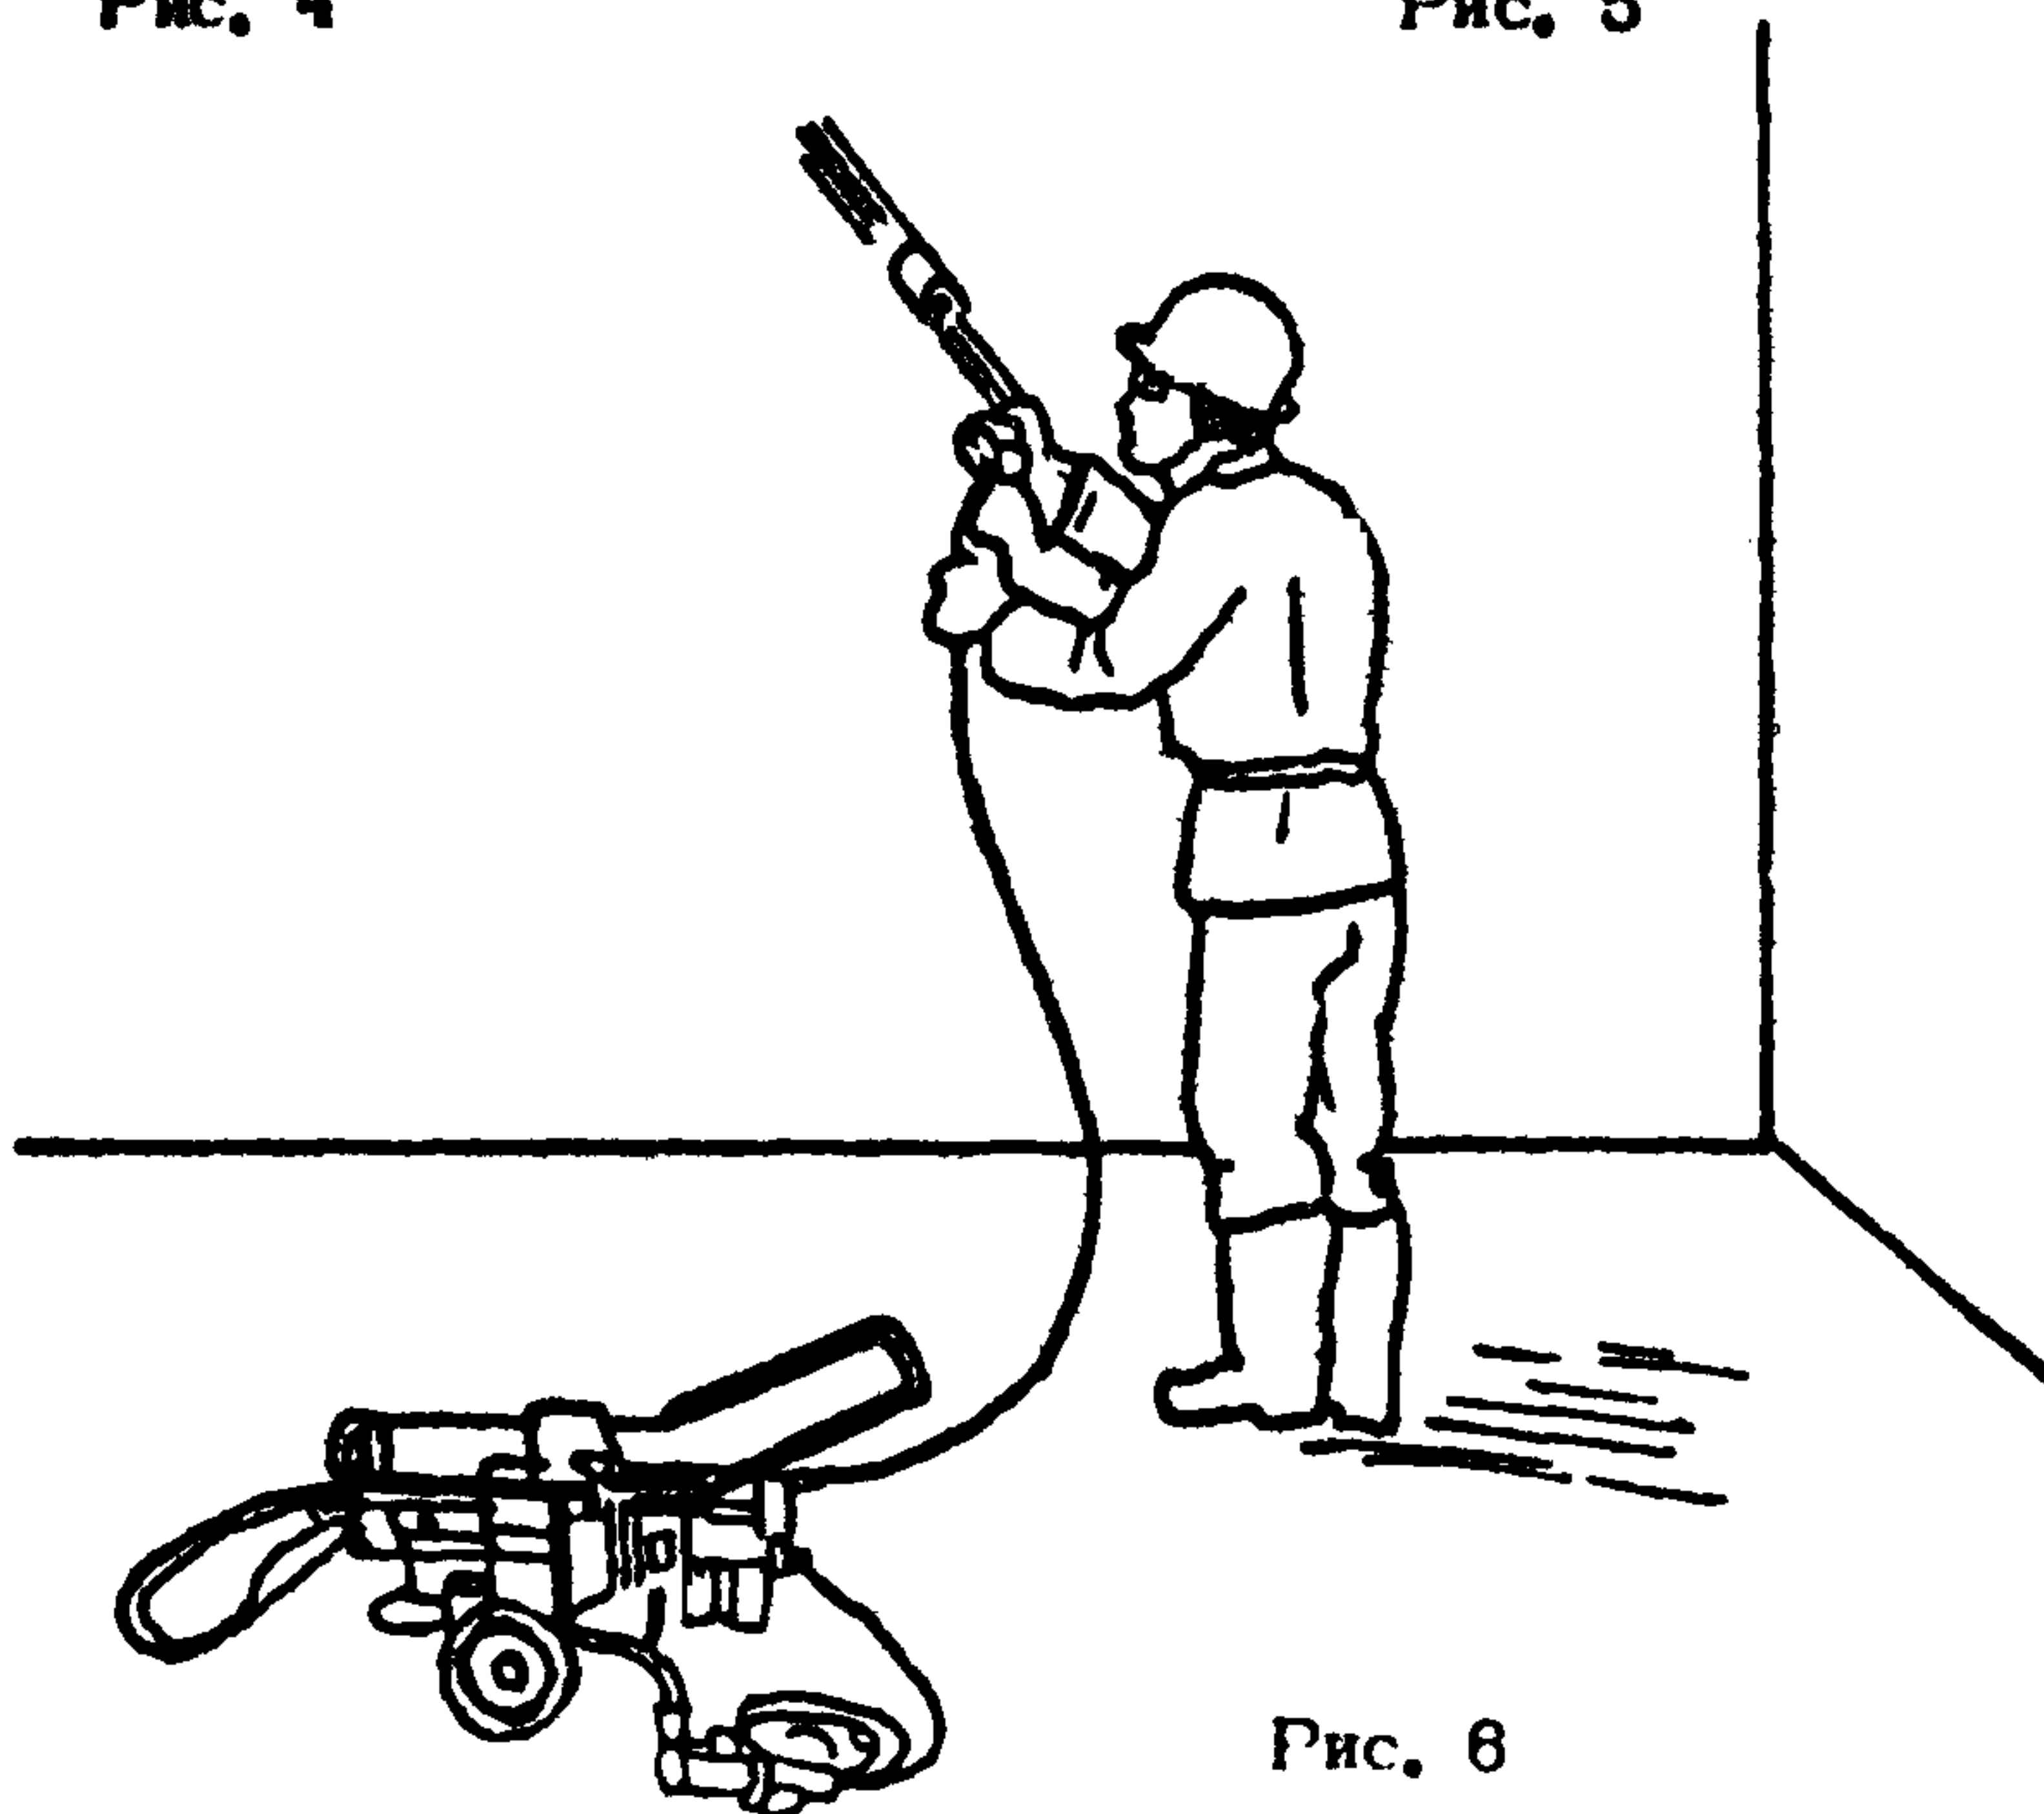

Рис. 6
2.22. При окрашивании агрегатами безвоздушного распыления работы выполняют M_1 и M_2 . M_1 управляет агрегатом и обслуживает его, M_2 работает с пистолетом-распылителем. M_2 держит пистолет-распылитель одной рукой, второй рукой придерживает рукав высокого давления и наносит окрашивающий состав на поверхность (рис. 6). Для получения покрытия одинаковой толщины необходимо: